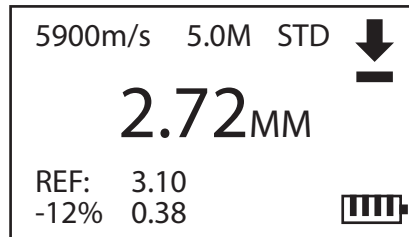

Figura 4-1-6: Display de medição diferencial
PASSO 3: Pressione a tecla <  > para retornar ao display de medição já em modo diferencial (como mostrado na **Figura 4-1-6**), e o valor de referência <REF> definido será exibido no canto inferior esquerdo da tela.